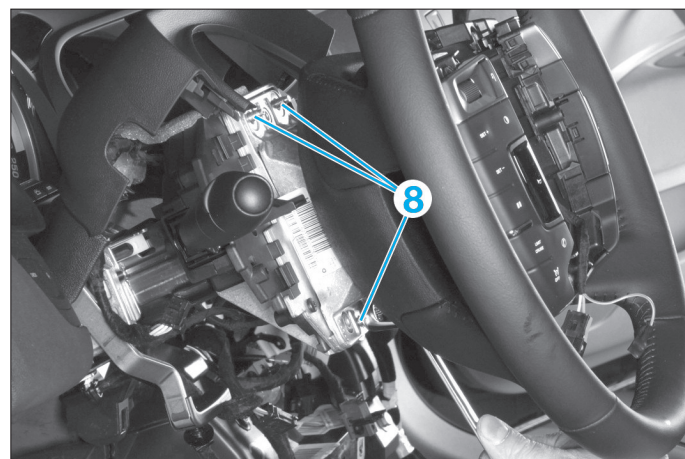

Fig. 5
- Agraffer l'outil [1] en (7) sur le volant de direction.
- Déposer les 3 écrous (8) (Fig.5).